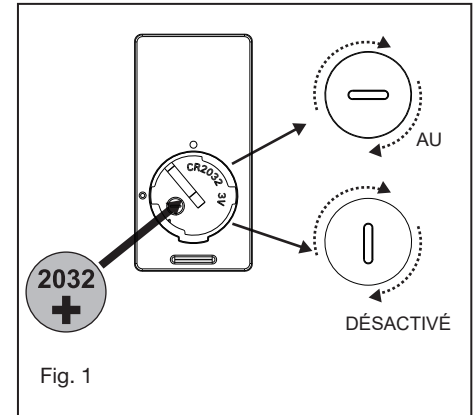

Fig. 1
- 1 Déplacez le ventilateur en position sur le support de montage et fixez-le avec les 4 vis fournies. (Fig. 1)
- 3 Placez les trous de clé sur l'ensemble LED sur les 2 vis précédemment desserrées, tournez l'ensemble LED jusqu'à ce qu'il se verrouille en place dans la section étroite des trous de clé. Fixez en serrant les 2 vis précédemment desserrées et celle précédemment retirée. (Fig. 1)
- 1 Sélectionnez un emplacement souhaité. Utilisez la plaque murale pour marquer l'emplacement des trous de montage. Des chevilles murales en plastique ou des vis de montage sont nécessaires pour cette application. (Fig. 1)
Retirez le panneau de l'émetteur, puis installez une pile 2032 (incluse). Vous devez utiliser une pièce de monnaie pour ouvrir ou fermer le couvercle de la batterie. Pour éviter d'endommager l'émetteur, retirez la batterie si vous ne l'utilisez pas pendant de longues périodes (Fig. 1)